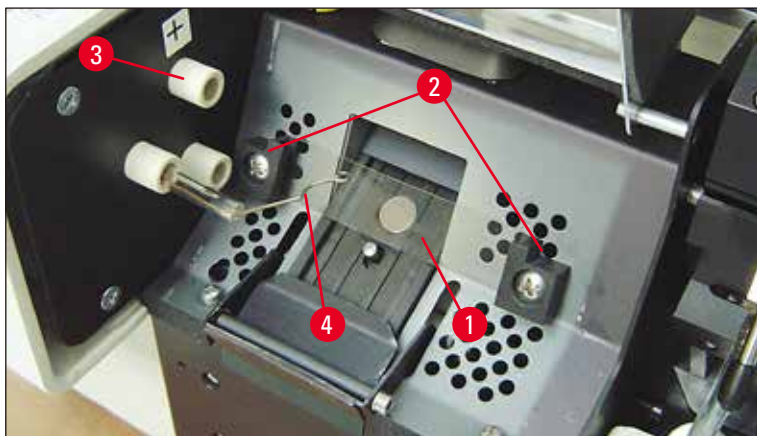

図 20
5. コンタクトスプリング(→ "図 19-2")がランプの点火ワイヤ(→ "図 20-4")から外れていることを確認します(→ "図 20")と(→ "図 21-1")も参照)。